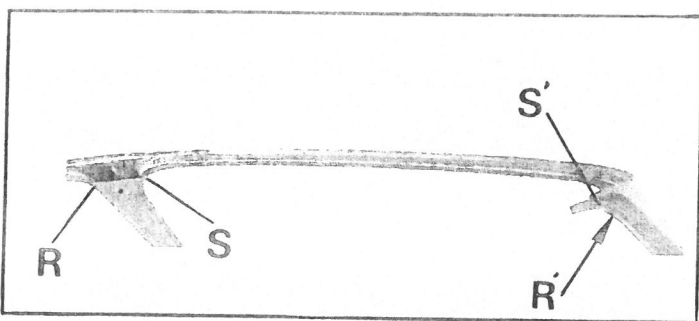

Fig. 8
- RS, SS' et symétriquement R' S' fig. 8